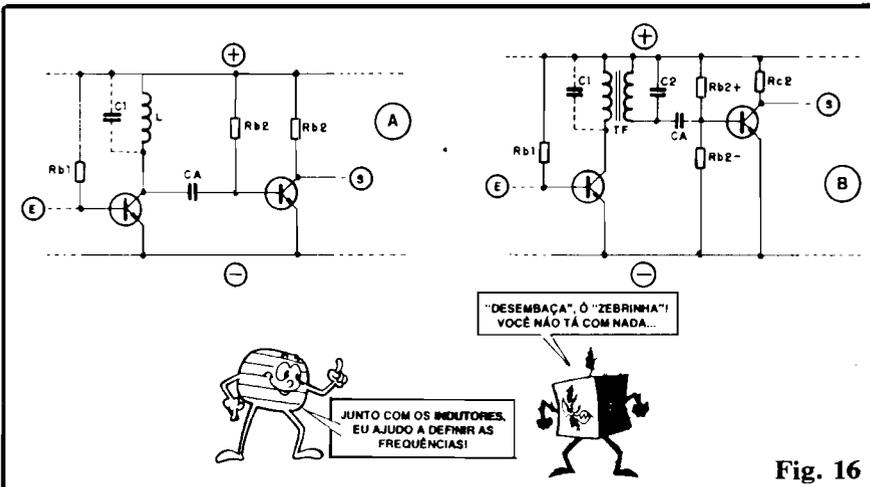

Fig. 16
- FIG. 16 - Acoplamento L-C - Indutor/Capacitor, p/amplificação sintonizada - Uma interessante "fusão" dos métodos de acoplamento RC e o transformador, resulta no sistema chamado de LC, onde a "carga" do coletor do primeiro transistor é formada justamente por um INDUTOR (bobina), sendo o sinal normalmente acoplado a capacitor (CA) à base do segundo transistor (fig. 16-A). Se, em paralelo com o INDUTOR "L" colocarmos um capacitor de valor especialmente calculado (C1), podemos adequar rigidamente a constante de tempo do conjunto L-C (para frequências mais elevadas, é mais prático usar, em conjunto com o capacitor, um indutor, na determinação da constante de tempo desejada, caso em que chamamos esse "casamento" de RESSONÂNCIA, ou SINTONIA...) ao ritmo dos sinais a serem amplificados. Conseguimos, assim, a otimização dos
"casamentos" (impedância, faixa de frequências "passante", etc.). O arranjo é assim muito utilizado em circuitos de Rádios, TVs, etc. Observem que a polarização de base do segundo transistor é obtida através de Rb2. Ainda na fig. 16, em B, temos uma interessante variação do acoplamento LC, agora usando um transformador (como em 15...), porém com seus dois enrolamentos devidamente sintonizados, pelas presenças de C1 e C2. Com tal artifício conseguimos tornar a faixa "passante" de frequências tão "aguda", que, na prática, apenas uma determinada frequência ou "ritmo" de sinal pode transitar pelo sistema, ficando todas as demais frequências severamente atenuadas! No futuro veremos algumas aplicações práticas dessa configuração (está presente, por exemplo, nos amplificadores de Frequência Intermediária - FI - dos aparelhos de Rádio...). Como um "gancho" para o próximo tema da presente "Lição" teórica, notem que a polarização de base do segundo transistor, no caso, não é mais feita a partir de um único resistor, mas sim por dois deles (Rb2+ e Rb2-), que nos permite determinar